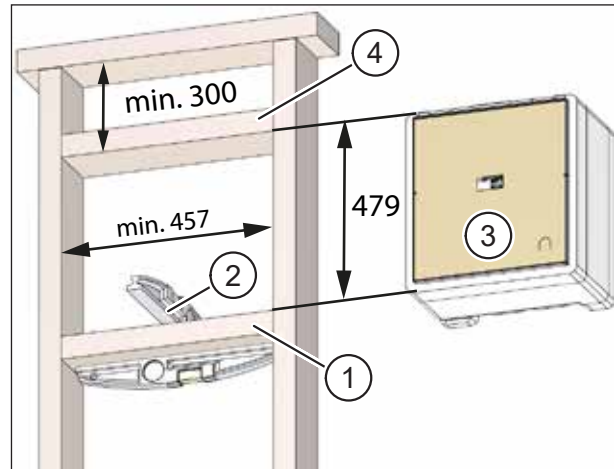

Abb. 44: Aufnahme für Montageset in Ständerkonstruktion erstellen – Maße in Millimeter
- Der untere Riegel (Pos. 1 in Abb. 44) dient als Auflager.
- ▶ Kontrollieren Sie mit einer Wasserwaage (Pos. 2 in Abb. 44), dass der untere Riegel exakt horizontal ausgerichtet ist. Nur so ist gewährleistet, dass eventuell anfallendes Kondensat durch das 2°-Rohrgefälle im Montageset (Pos. 3 in Abb. 44) nach außen abgeführt wird.
- Der obere Riegel (Pos. 4 in Abb. 44) dient zur Fixierung des Montagesets.
- Mit einem vertikalen Abstand von 479 mm zwischen unterem und oberem Riegel wird das Montageset optimal fixiert (siehe Abb. 44). Sie können das Montageset während der Befestigung der Riegel probeweise einsetzen, um sicherzugehen, dass das Montageset passgenau sitzt.